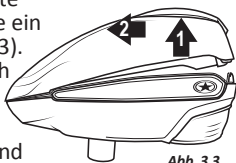

Abb. 3.3
3. Heben Sie die obere Gehäusehälfte von der unteren ab. Kippen Sie sie ein wenig an, bis sie sich löst (Abb. 3.3).